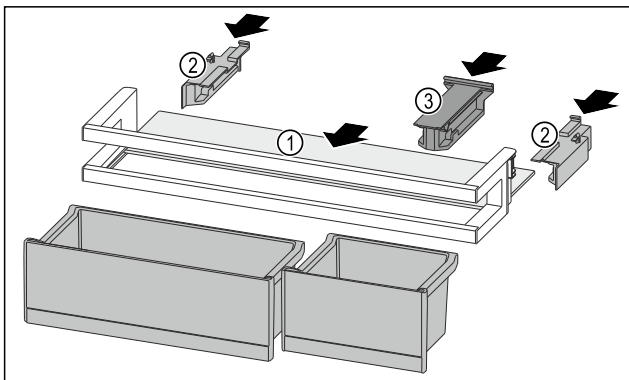

Fig. 175
- ▶ Abstellfläche Fig. 175 (1) in die seitlichen Aussparungen einschieben.
- ▶ Seitenteile Fig. 175 (2) einsetzen.
- ▶ Halteteile Fig. 175 (3) einsetzen.